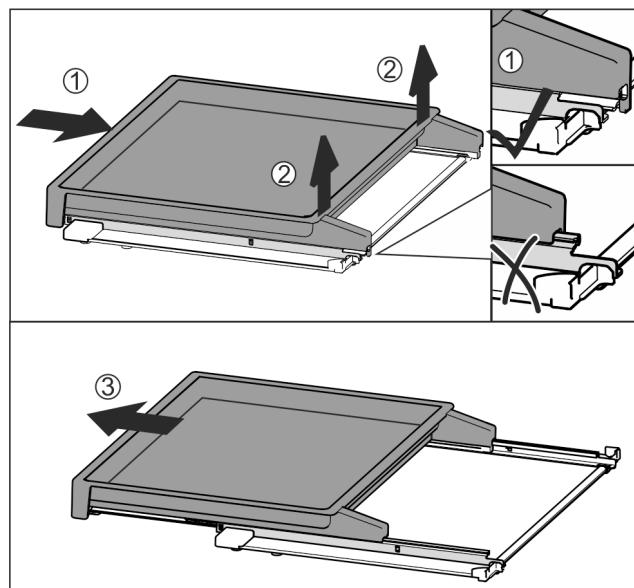

Fig. 114
- ▶ Úplne zasuňte vyťahovaciu poličku Fig. 114 (1).
- ▶ Uvoľnite západku na zadnej strane Fig. 114 (2).
- ▶ Vyberte vyťahovaciu poličku smerom dopredu Fig. 114 (3).